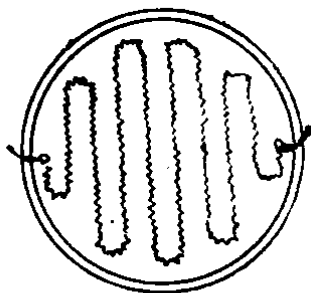

图 1-4
2. 一家用电炉具有如图1-4所示的加热元件。康铜丝长度为15米、直径0.5毫米,问螺旋线有多大电阻?